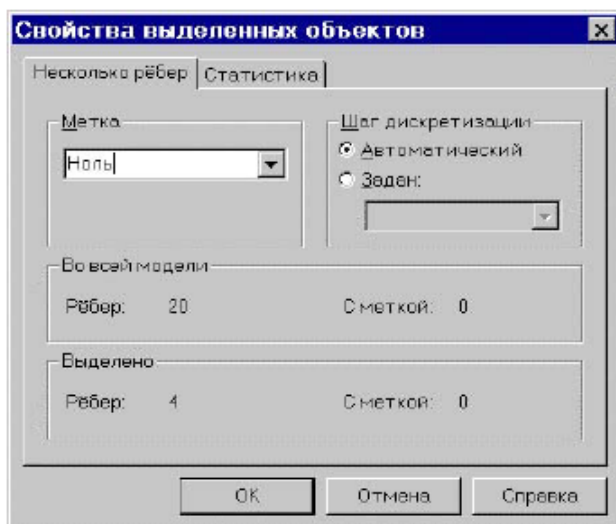

Рис. 13. Окно «Свойства...» на этапе присвоения меток ребрам
3. В контекстном меню выберите «Свойства» и присвойте метку «Ноль» выделенным рёбрам (рис. 13, 14).